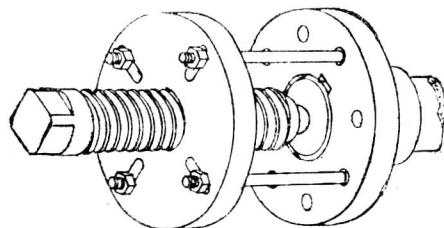

图 1-10 用圆盘形拆卸器拆联轴器
2. 联轴器的拆卸 联轴器与轴的配合常用H7/k6或H7/js6，（旧标准为D/ge或D/gd）。这种配合往往都有一定的过盈量。拆卸时，一般都必须采用上述拆卸轴承所用的双拉杆拆卸器，或三爪来拆卸。对于过盈量较大或轴颈比较大的联轴器，用图1-10所示的圆盘形拆卸器来拆卸较为容易。拆卸时先用4根双头螺栓将圆盘拆卸器与联轴器对称连接起来，同时将丝